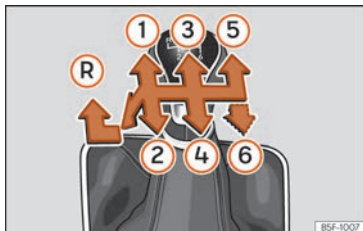

Fig. 97 Esquema de un cambio manual de 5 marchas o bien de 6 marchas.
En la palanca de cambios se indican las posiciones de las marchas » » » **fig. 97**.
- Con la palanca de cambios en punto muerto, presiónela hacia abajo, muévela a la izquierda hasta el final y después hacia delante para seleccionar la marcha atrás » » » **fig. 97** (R).